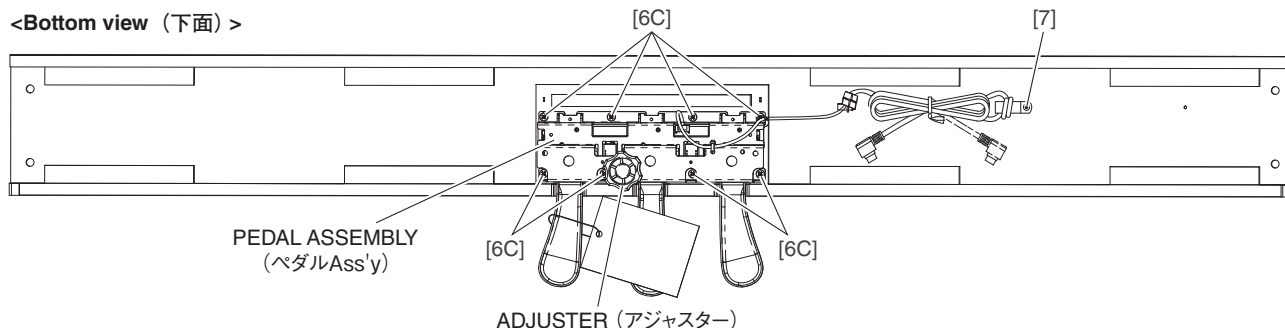

Fig. 13 (図13)
- 20-3 Remove the eight (8) screws marked [6C] and the screw marked [7]. The pedal assembly can then be removed. (Fig. 13)
- 20-3 [6C] のネジ 8 本と [7] のネジ 1 本を外して、ペダル Ass'y を外します。(図 13)
- 21-3 Remove the adjuster. (Fig. 13)
- 21-3 アジャスターを外します。(図 13)